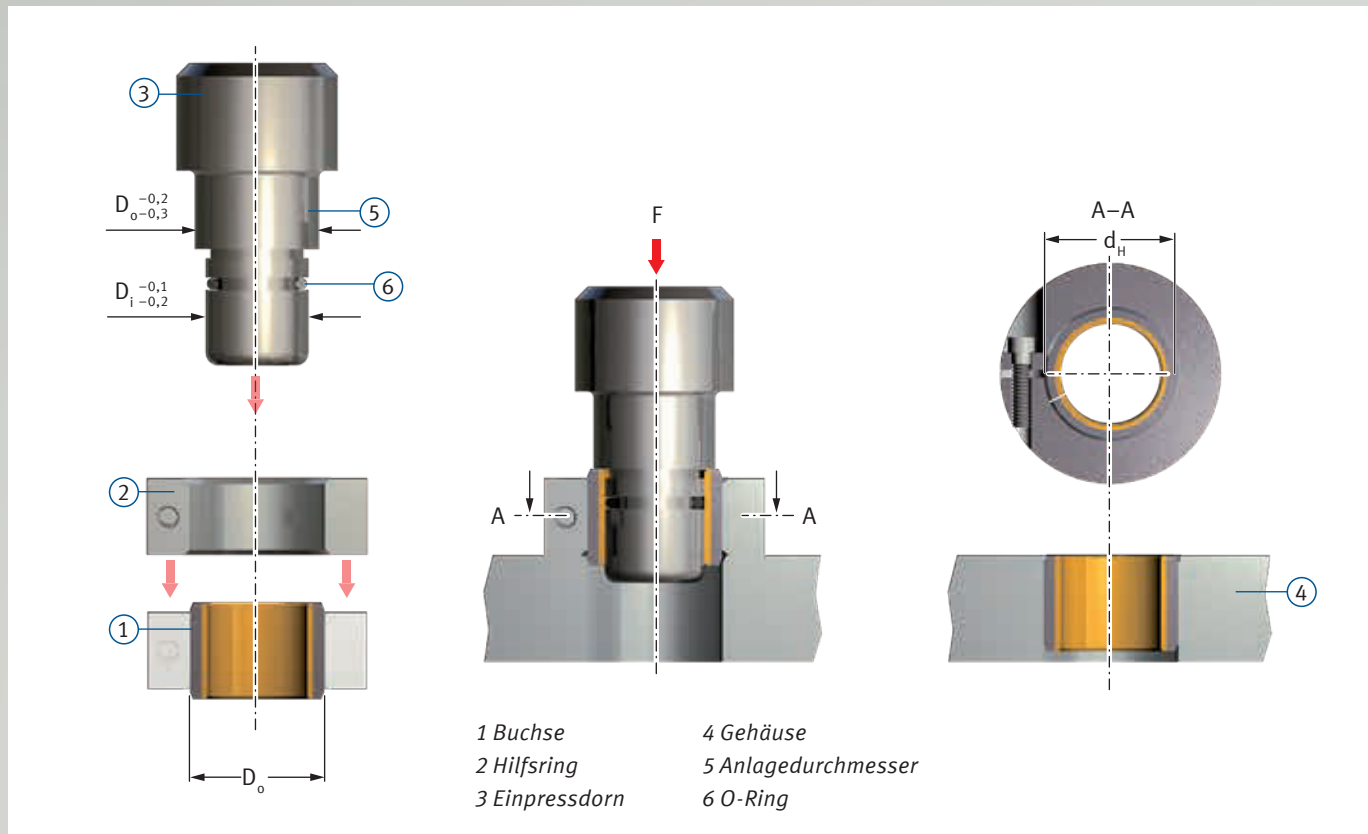

Abb. 53: Einpressen von Buchsen, $D_0 \geq 55$ mm, mit Hilfsring
- Einpressen mit Dorn und mit Hilfsring gemäß Abb. 53.
Abb. 53 zeigt das Kalibrieren mittels eines Dorns.